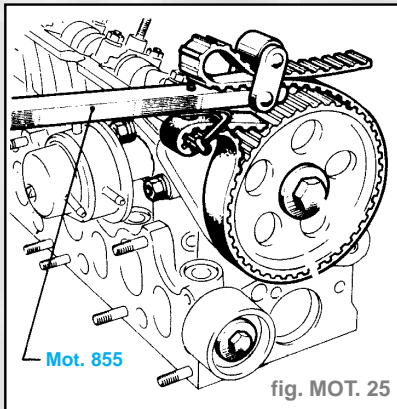

fig. MOT. 25
- Déposer le pignon d'arbre à cames à l'aide de l'outil **Mot. 855** (fig. MOT. 25).